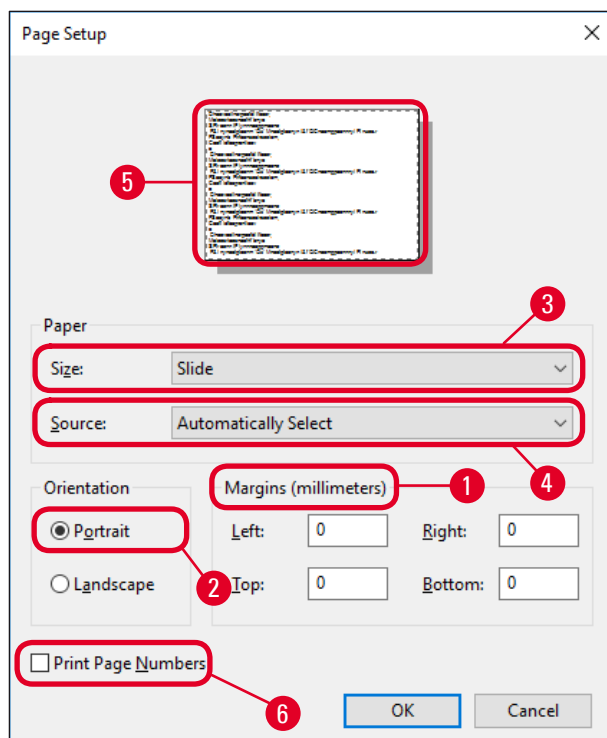

Fig. 41
3. Primero es necesario seleccionar los ajustes de página: Haga clic en **File** (archivo) > **Page Setup** (configurar página) para abrir el cuadro de diálogo **Page Setup** (configurar página) (→ "Fig. 41").